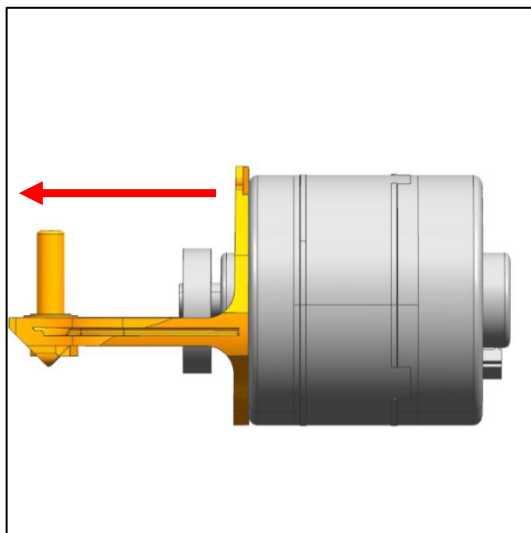

Abb. 18
- d) Ziehen Sie den Motorhalter (Abb. 18) nach vorne bis dieser am Exzenter ansteht.